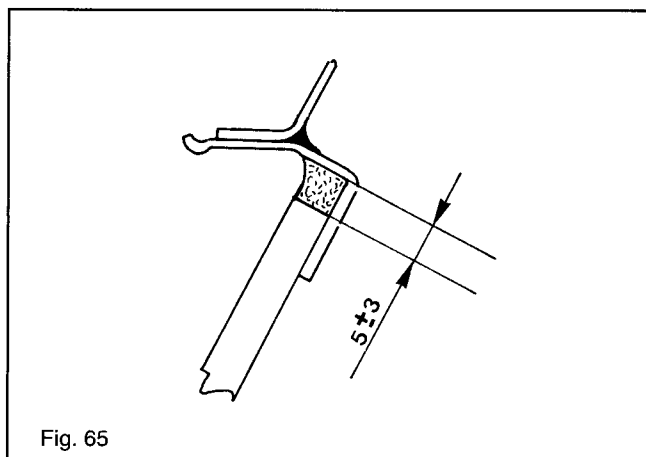
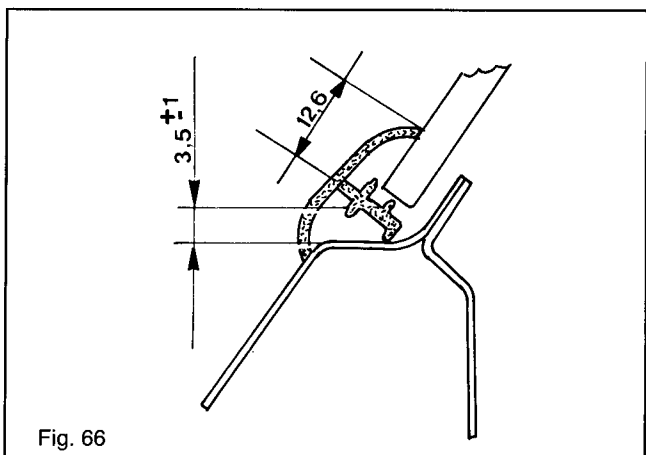

Fig. 65
Fig. 66
- Sgrassare il bordo del nuovo cristallo con **alcool etilico**, posizionarlo mediante l'attrezzo 19.1.20113 come rappresentato in fig. 64 ed effettuare il centraggio rispetto al bordo, superiore e inferiore, della cornice di alloggiamento cristallo rispettando le quote come indicato nei dettagli di fig. 65 (lato inferiore) e fig. 66 (lato superiore). Controllare inoltre che la distanza del cristallo dal bordo della cornice di alloggiamento sia la stessa sui due lati.
- Completata l'applicazione del sigillante adesivo procedere al montaggio, sui lati della cornice, dei tre listelli di rifinitura (bordini) secondo il posizionamento illustrato nei dettagli di fig. 65 (lato inferiore) fig. 66 (lato superiore) e dei due angolari ved. fig. 67 fino a farli aderire al cristallo e al bordo della cornice.
**Avvertenza** - Il montaggio dei 3 listelli deve essere effettuato con il bordo più alto rivolto verso il cristallo come rappresentato in fig. 65 e 66.